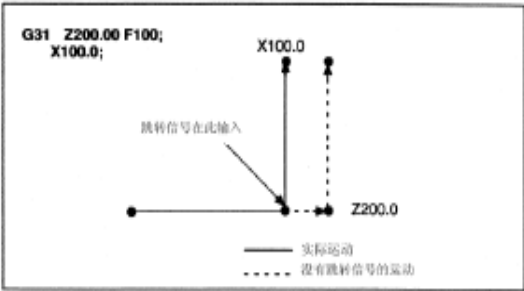

图 3-14
- 9) G31 的下一个程序段是 1 个轴的绝对坐标编程, 见图 3-14